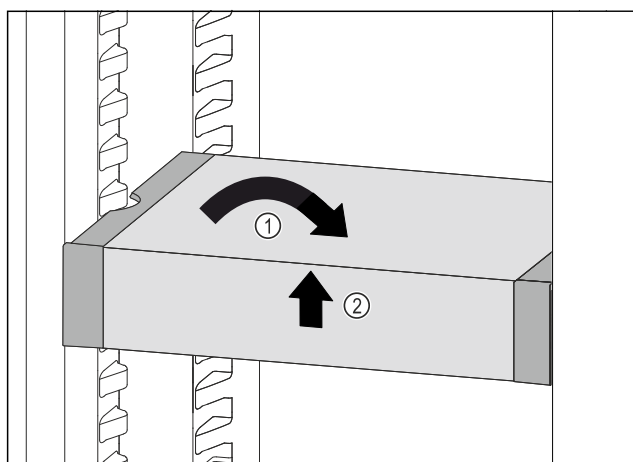

Fig. 190
- Poziționați drept VarioSafe. Fig. 190 (1)
- Ridicați în față VarioSafe. Fig. 190 (2)